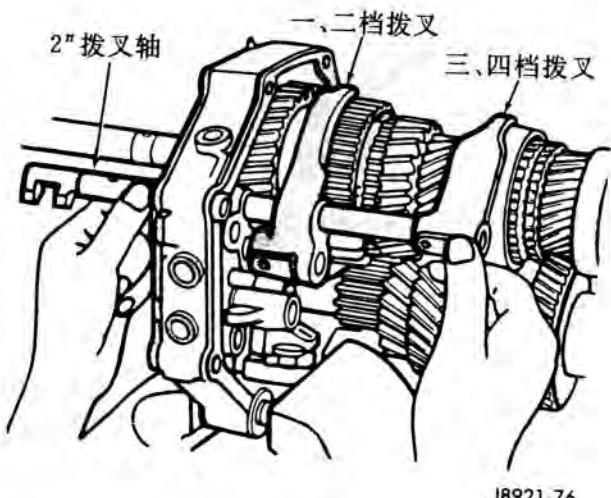

图 76 安装 2# 拨叉轴和拨叉
(3) 把一、二档和三、四档拨叉安装到同步器啮合套上。然后使 2# 拨叉轴穿过中间隔板插入两拨叉中（图 76）。
(4) 使用足够的凡士林涂抹拨叉轴互锁销和互锁球使之能够稳定在磁性吸杆头上。